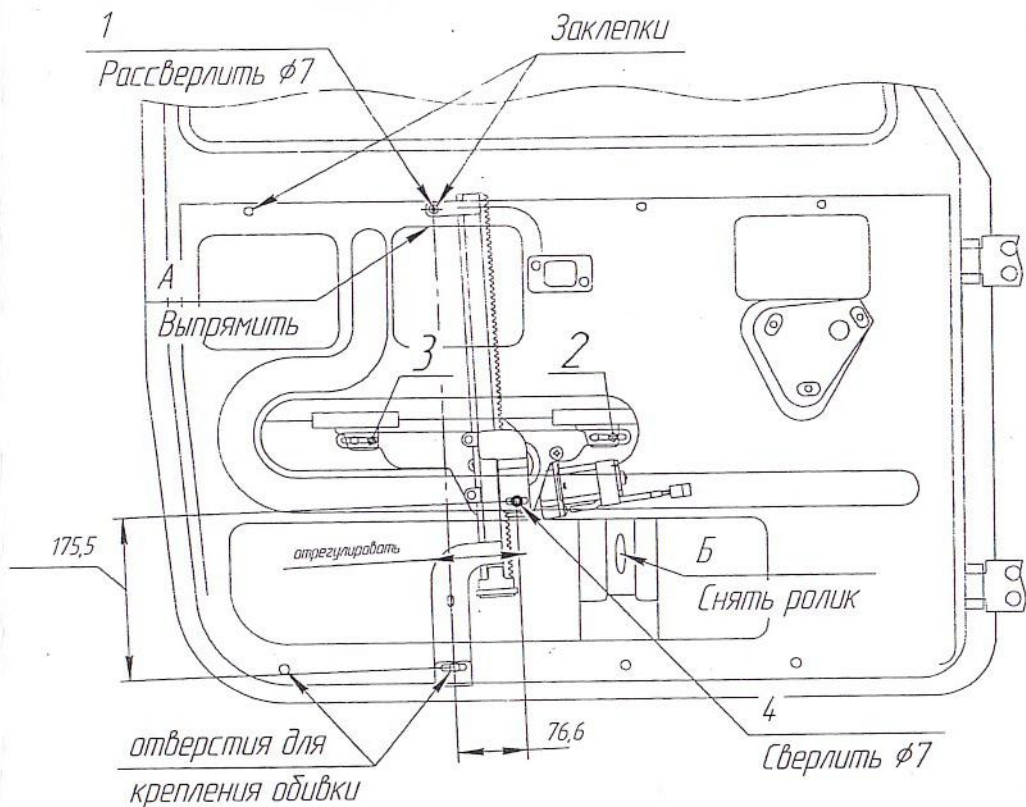

Рис.2
6.11 Разметить и просверлить отверстие 4 и рассверлить отверстие 1 в соответствии с рис. 2 диаметром 7мм.
6.13 Установить ЭСП в дверь в соответствии с рис. 2. Наживить винтами М6 и гайками со стопорными шайбами из комплекта поставки. ЭСП обозначены: левый и правый на этикетке мотор-редуктора.